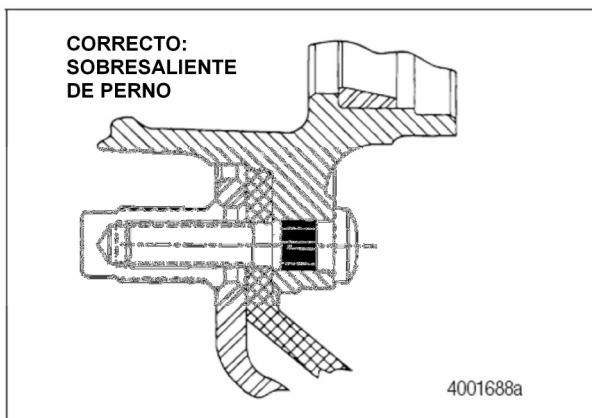

Figura 13.26
- A. La figura 13.26 muestra un sobresaliente correcto.